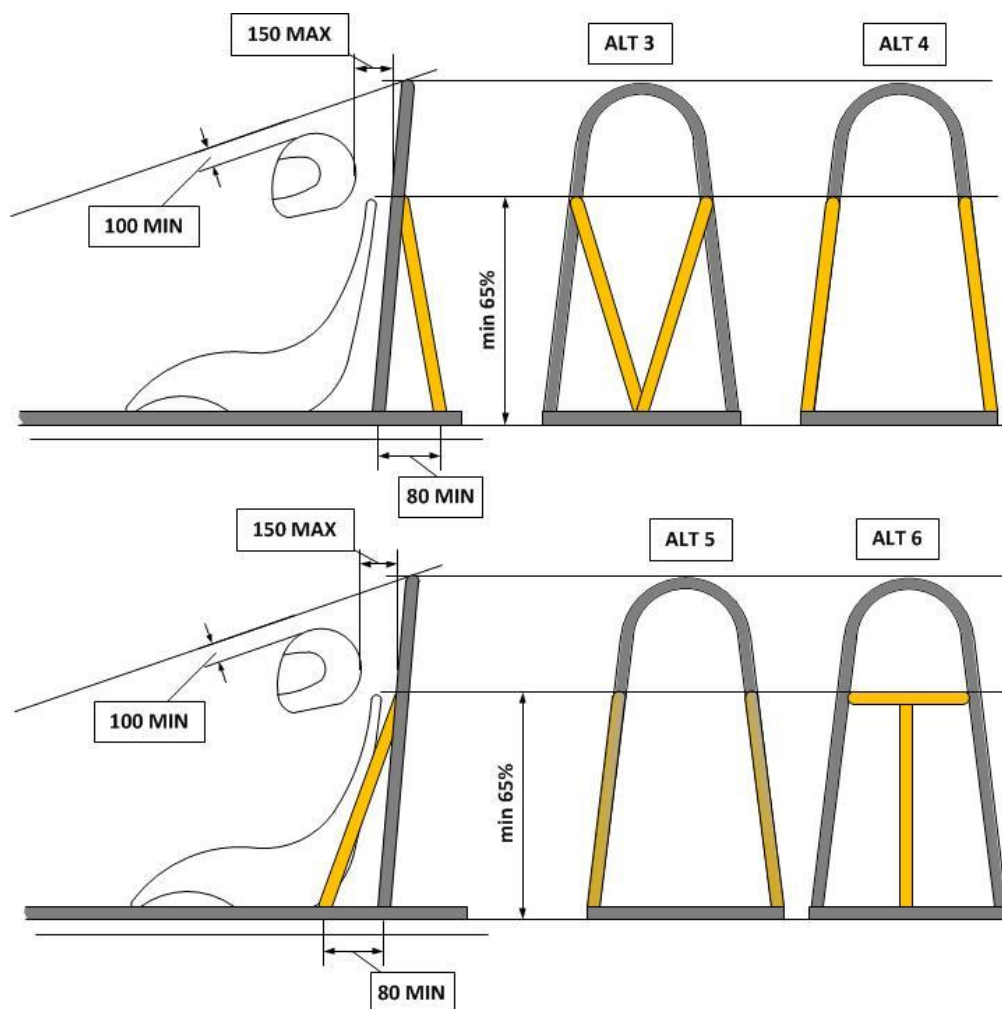

Figure 6b
- Point III A. 9 : Figure 6b : Ajout de l'alternative 6